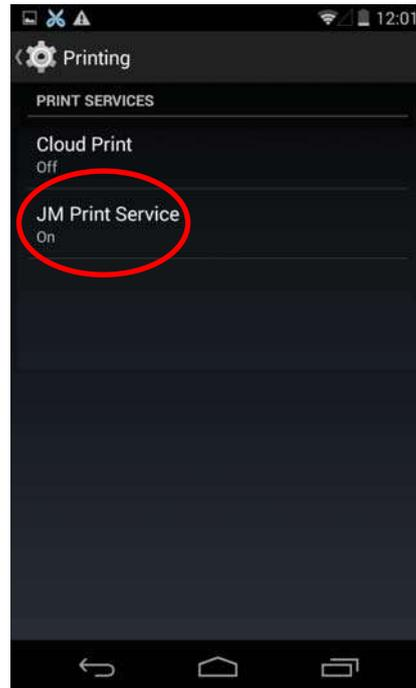

Figura 22
3.3 Encuentre el “JM Print Service” en la interfaz de comunicación e ingrese en ella (Figura 22).